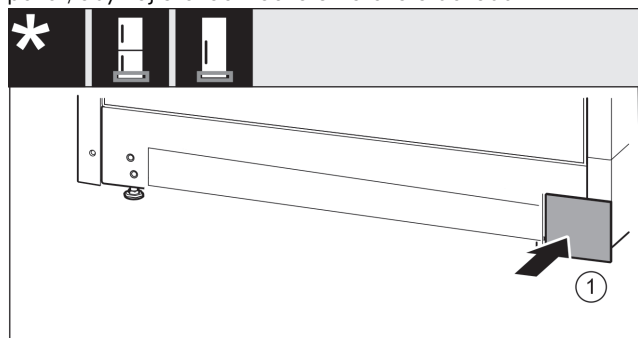

Fig. 21
- ▶ Kryt Fig. 21 (1) opět nasadte na druhé straně.